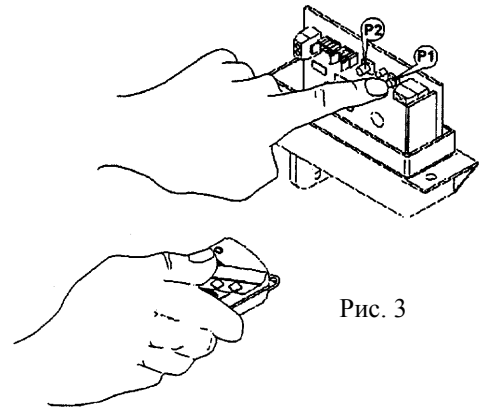

Рис. 3
- Внесите коды брелков передатчиков N1-п в память приемной платы см. рис. 3, 4 и 5 в следующей последовательности (для плат **А420** и **А225**):